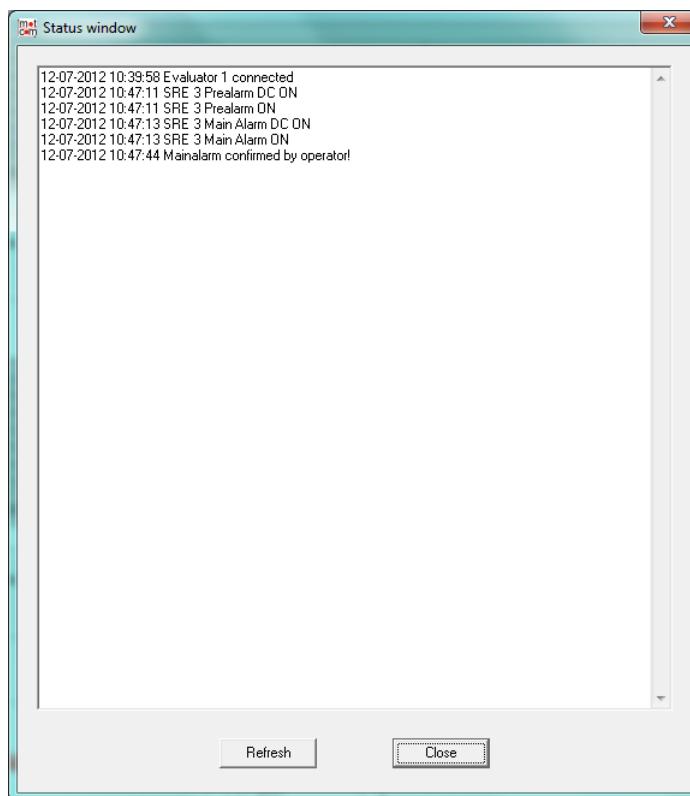

图 8.2. 事件窗口/状态窗口中显示的消息示例
- 如果建立了连接，这将通过事件窗口中的“已连接”消息进行确认（下页图8.2）。
Data\_Logger中显示的错误消息是不言自明的，比如与评估器的通信问题，如下图8.2所示。